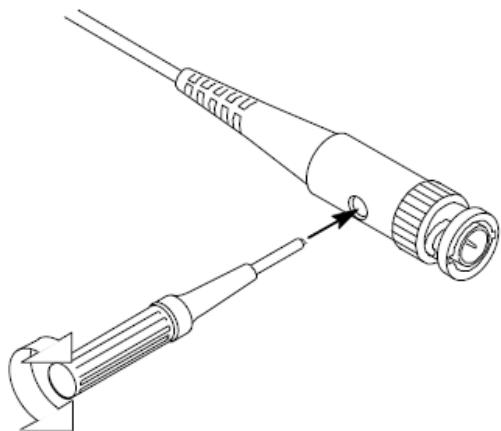

Figura 6. Ajuste la sonda.
4. Si es necesario, ajuste la sonda. Repita las veces que sea necesario. Figura 6.